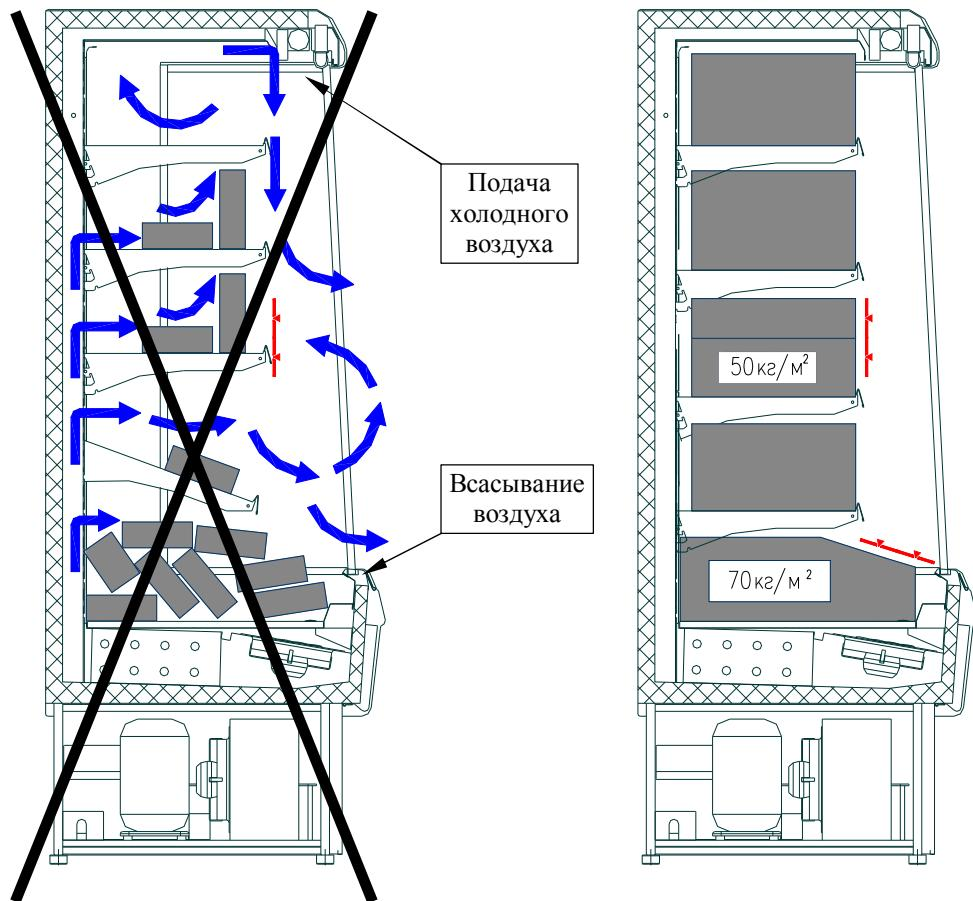

Рис. 2. Загрузка витрины продуктами
- Высота максимальной загрузки полок витрины продуктами показана на рис. 2.
- Продукты необходимо раскладывать в отведенное для них место, не превышая при этом уровня максимальной загрузки (рис. 2). В случае превышения уровня загрузки воздушная вентиляция будет недостаточной, и температура продуктов станет более высокой, кроме того, на испарителе может образоваться слой льда.
- При укладке продуктов **необходимо обеспечивать их равномерное распределение по всей длине полок** (рис. 2), что обеспечивает лучшие условия хранения продуктов и работы холодильной витрины, не превышая нормы загрузки, указанные в табл. 2.
- Проверить правильность расположения продуктов в витрине, согласно п. 3.5 и рис. 2.